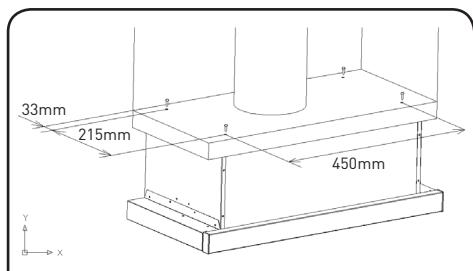

Figure 5
- Installez la hotte aspirante sous le placard suspendu et fixez-la avec les 4 vis fournies. (Figure 5)